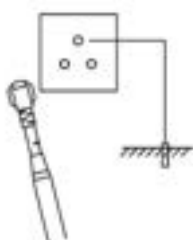

Figura 8
- La toma de corriente debe ser monofásica, tripolar y de alta calidad, y cumplir la normativa estatal. Además, debe estar equipada con un cable de tierra homologado, que se instalará en posiciones adecuadamente elevadas y en lugares que no estén expuestos a salpicaduras de agua. Se recomienda utilizar esta toma de corriente específicamente para el calentador de agua eléctrico (Figura 8).